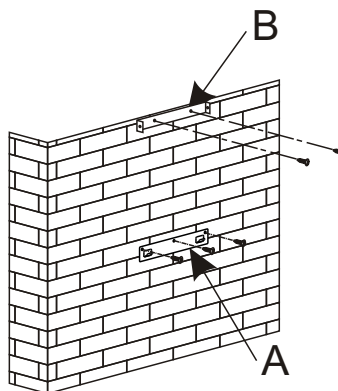

Bild. 1
Om du har ett utlopp till utomhusmiljö (bild. 1) Din kåpa kan anslutas till det här systemet med hjälp av en rökkanal (minsta diameter  $\varnothing$  mm som är emaljerad, i aluminium, flexible eller är tillverkad av oantändligt material). Om din rökkanal är mindre än 125mm i diameter så måste du använda återvinningsläget.
- Borra de tre hålen med en diameter på 8 mm på en lämplig plats på väggen och sätt i pluggarna (del A, bild 1).
- Säkra kåpans upphängningsenhet och se till så att den sitter helt plant (del A, bild 1.)
- Beräkna den definitiva höjden för att fixera kanalkonsolens U-fäste (del B, bild 1).
- Borra hål med 8 mm diameter och se till så att de är fixerade på stödfästet längs samma axel som kåpan (del B, bild 1).